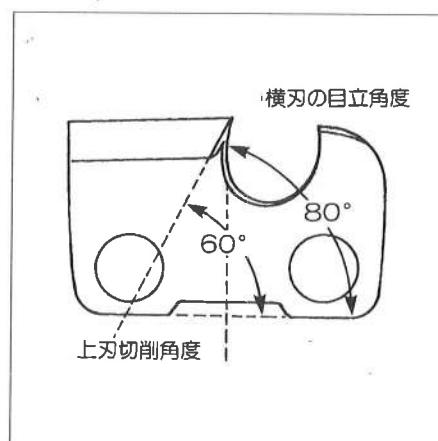

図18
- 丸ヤスリの水平を保つて、押すときだけヤスリをかけ、手前に引くときは刃部にヤスリを当てないようにして、上刃および横刃の目立てをしてください。(図18、20参照)